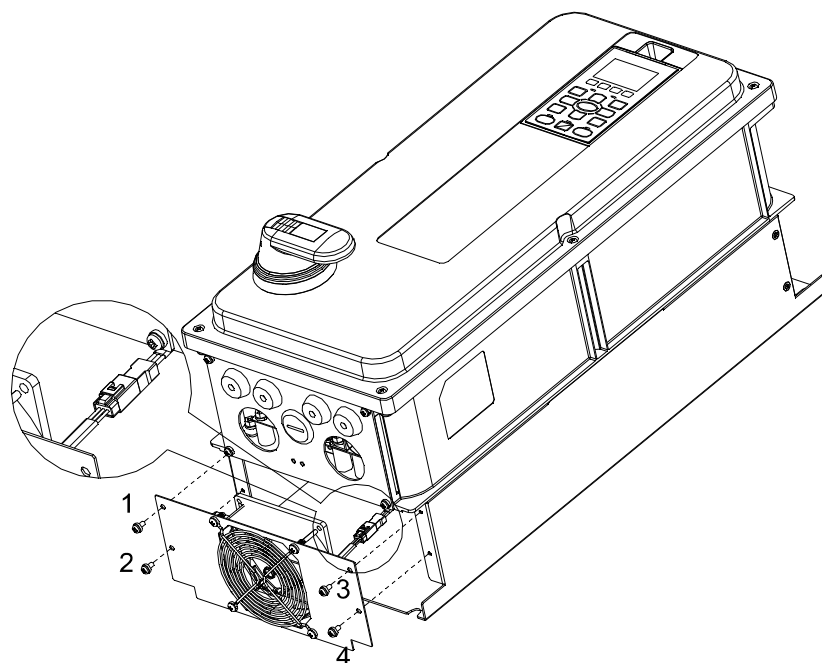

图 1
1. 如图 1 箭头所示，卸下四个螺丝后，即可顺利取出风扇。